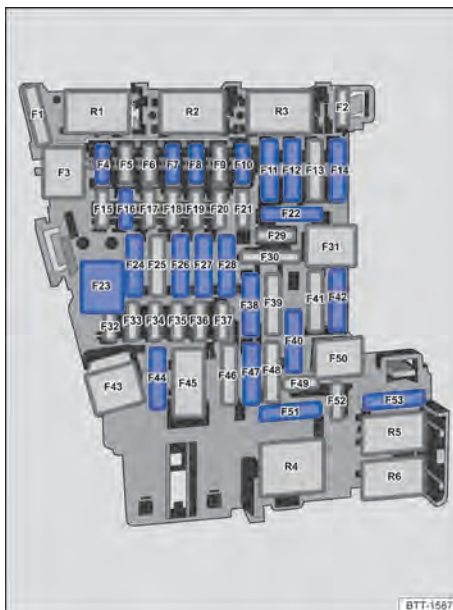

Fig. 222 En el tablero de instrumentos: asignación de fusibles.
Posición → fig. 222:
- Posiciones de los fusibles en los vehículos con dispositivo de remolque montado de fábrica → fig. 222: